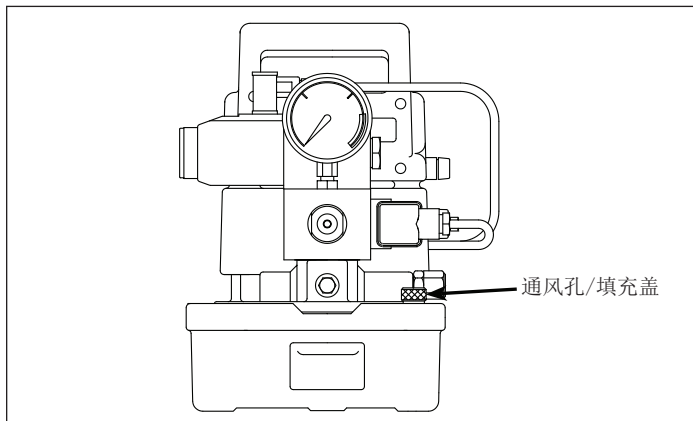

图 4, 通风孔/填充盖
松动并拆下通风孔/填充盖，检查油位（见图 4）。添加 Enerpac 液压油，直至油位达到通风孔/填充盖开口下 1 cm [1/2 in] 处。
3. 转动位于油箱前部右侧角落的泵通风孔/填充盖整整 1 圈或 2 圈，将其打开（见图 4）。